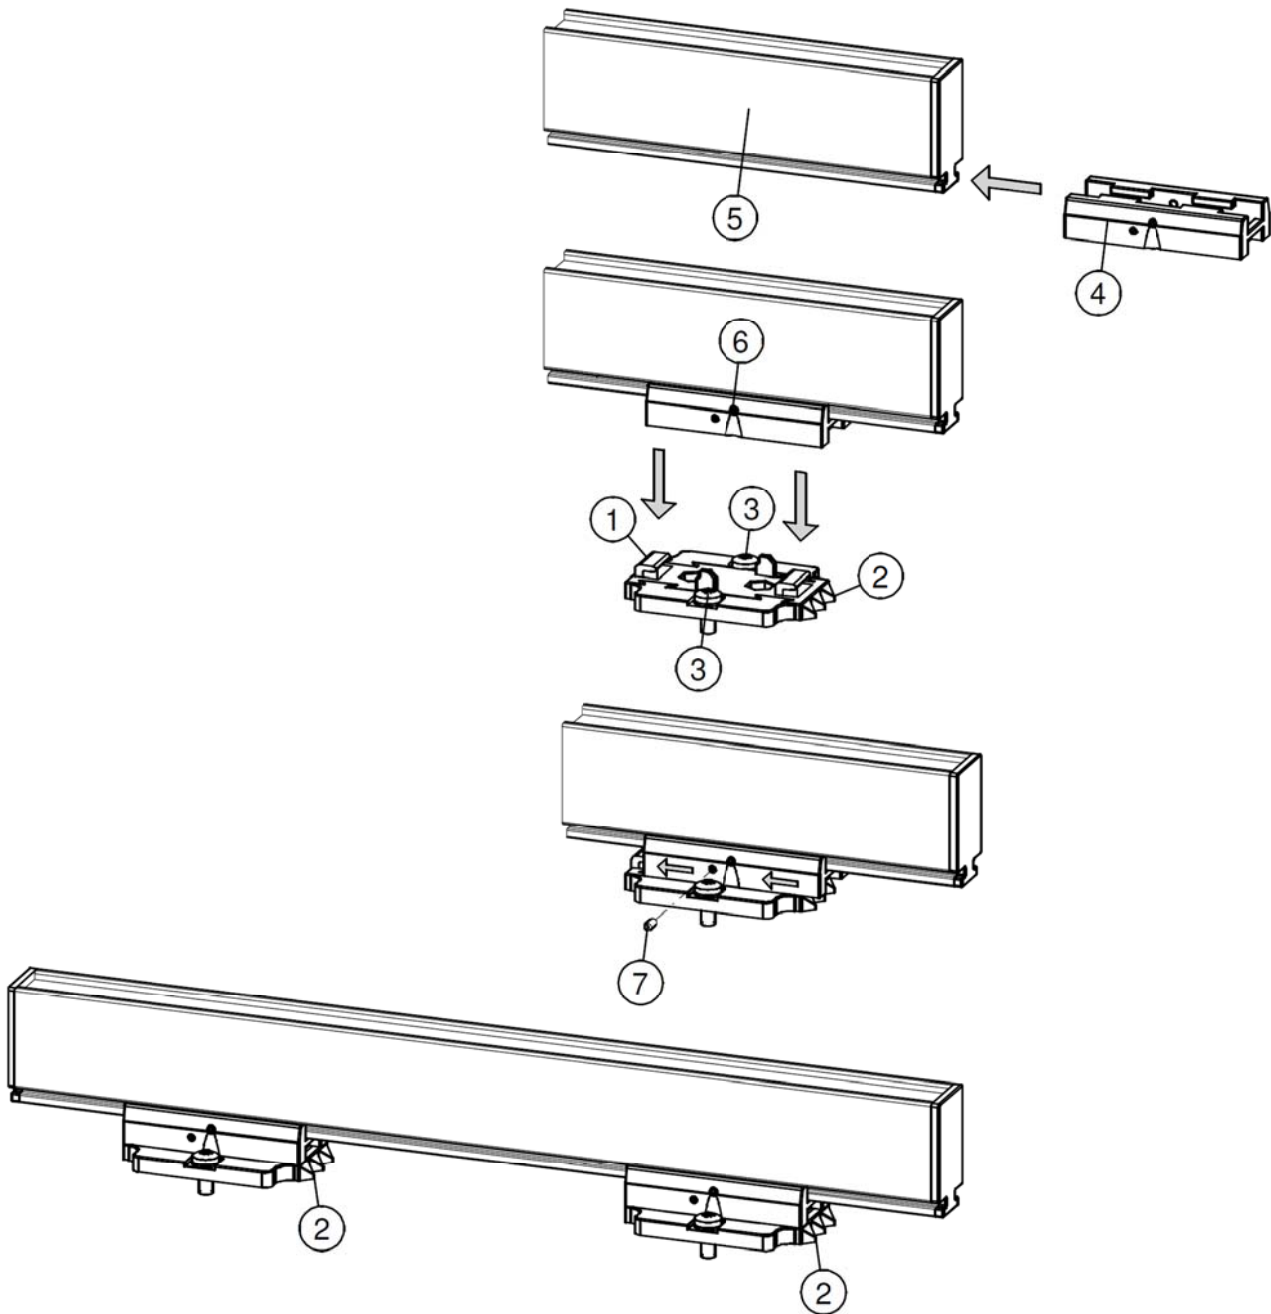

Abbildung 7: Montage des Sensor mit Montagebügeln
- **Leitfähige Maschinenbauteile in der Nähe eines Sensor IQ Easy können die Funktion nachteilig beeinflussen. Für ein optimales Ergebnis muss der Sensor Abbildung 7 entsprechend montiert werden.**
- Arretieren Sie den Sensor in den Montagefüßen, indem Sie die zwei Stellschrauben (7) in die Bügel drehen. Bei mehr als zwei Bügeln müssen lediglich die zwei äußersten Bügel arretiert werden.
- Schrauben Sie die Stellschrauben (Nr. 7) aus den Bügeln heraus (siehe Abbildung 7).